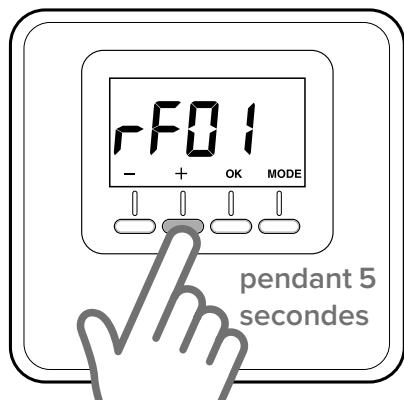

Fig. 7
- Appuyer sur la touche « + » pendant 5 secondes pour accéder aux paramètres techniques, l'écran affiche le paramètre « rFO1 » (Fig. 7).